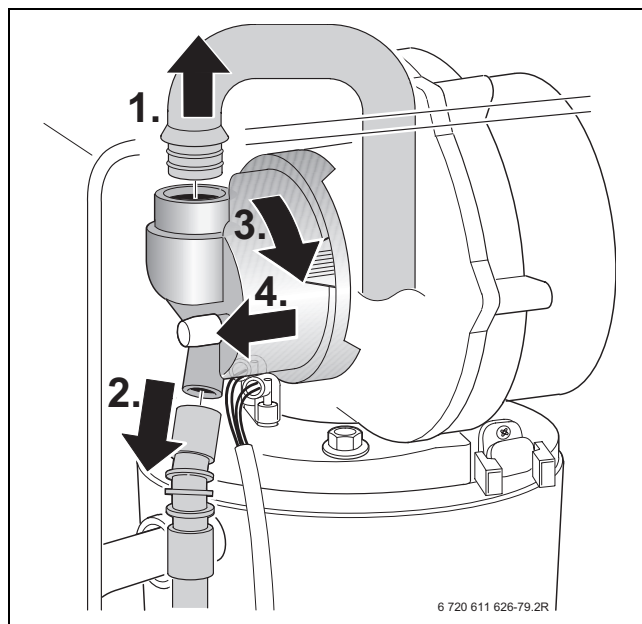

Fig. 40
- Smontare il dispositivo di miscelazione secondo la fig. 40.